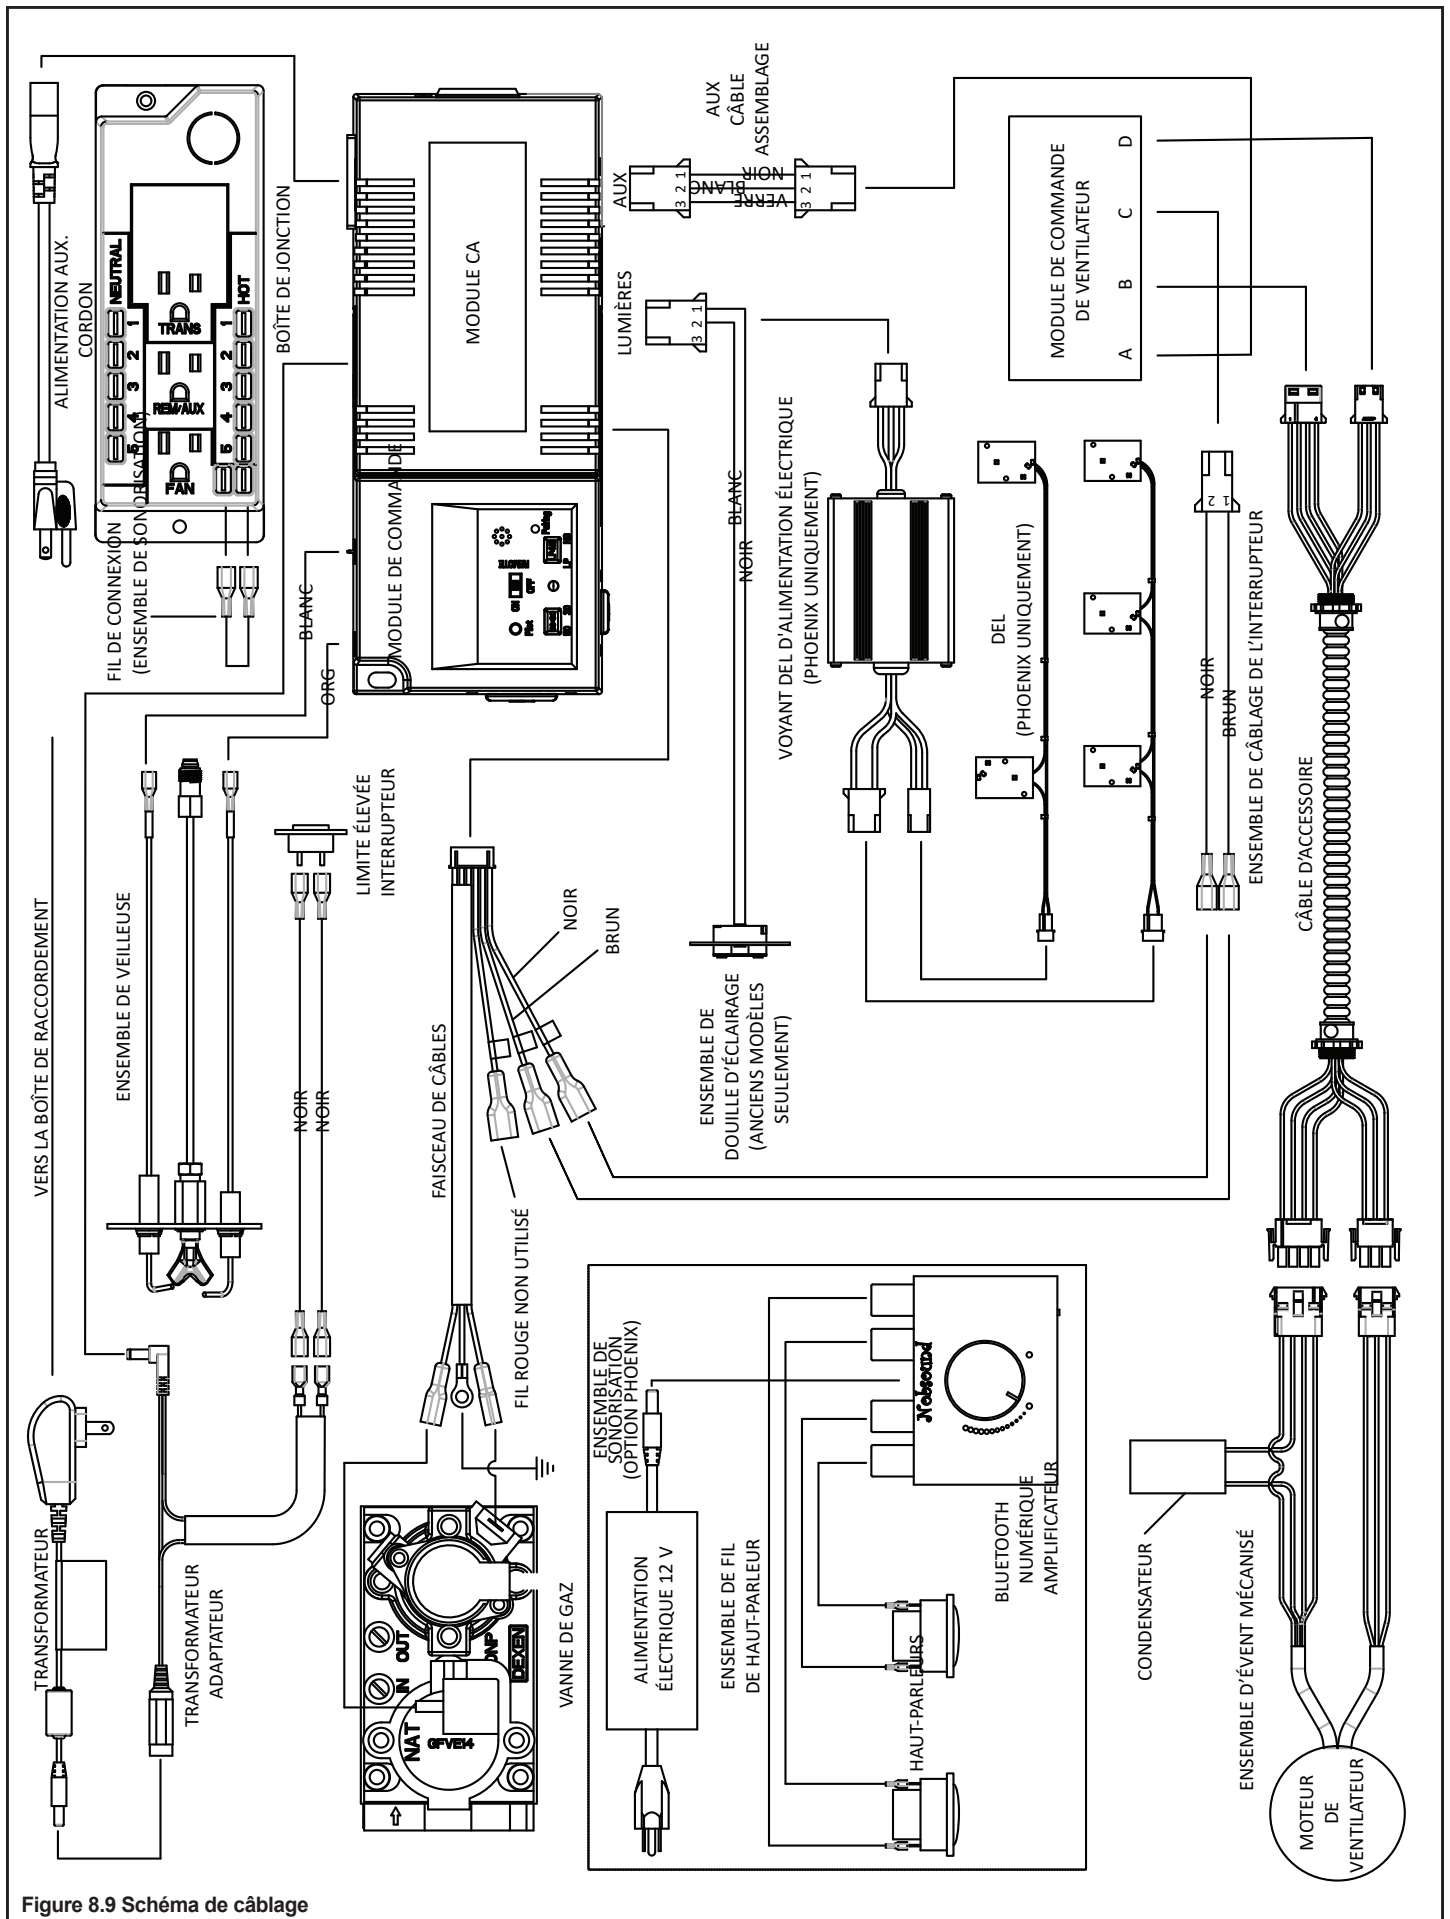

Figure 8.9 Schéma de câblage
- Voir la figure 8.9 : Schéma de câblage PHOENIX.